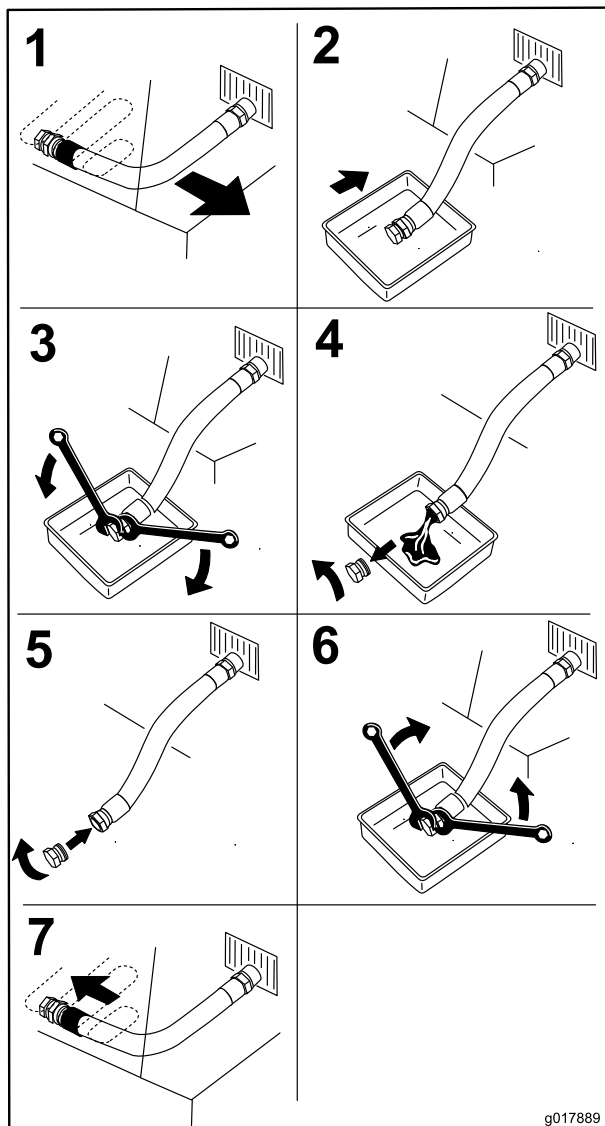

Figura 42
3. Pare el motor, retire la llave y espere a que se detengan todas las piezas en movimiento antes de abandonar el puesto del operador (Figura 42).